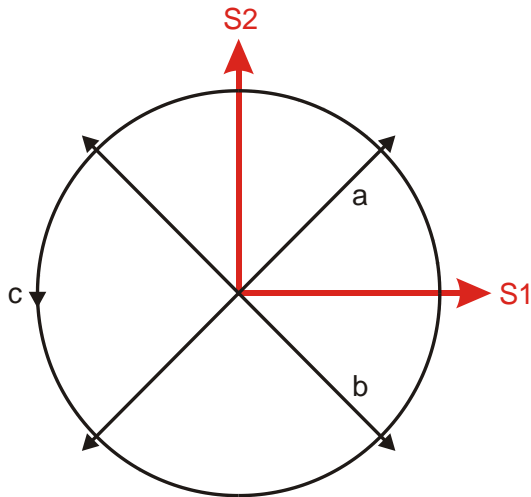
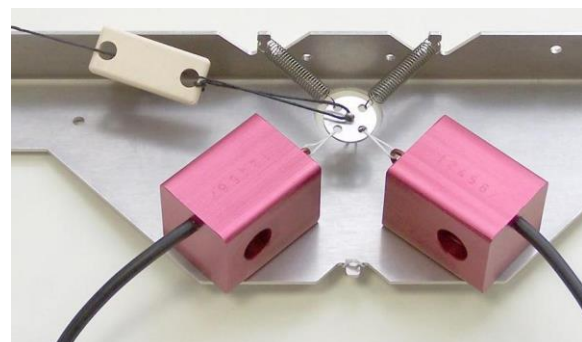
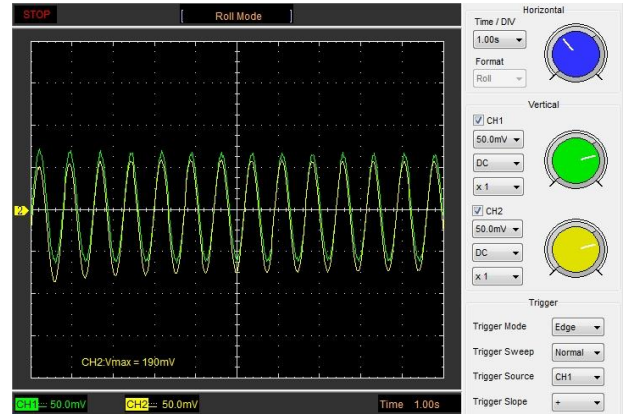

Fig. 2: Ajustage des capteurs S1 et S2 et sens d'oscillation étudiés du pendule à fil.
Fig. 5 Montage du fil
Fig. 7: Les composants oscillants du pendule pesant simple lors d'un mouvement oscillatoire « sur la ligne bissectrice »
- Dévier légèrement le pendule de manière à ce qu'il oscille sur la ligne bissectrice entre les deux capteurs de force (sens d'oscillation a à la Fig. 2). Observer l'oscillogramme et enregistrer.
- Dévier légèrement le pendule de manière à ce qu'il oscille perpendiculairement à la ligne bissectrice entre les deux capteurs de force (sens d'oscillation b à la Fig. 2). Observer l'oscillogramme et enregistrer.
- Dévier légèrement le pendule de manière à ce qu'il décrive un mouvement oscillatoire elliptique (sens d'oscillation c à la Fig. 2). Observer l'oscillogramme et enregistrer.
Lorsque le pendule oscille sur la ligne bissectrice entre les deux capteurs de force, ces derniers subissent une charge symétrique (sens d'oscillation a aux Fig. 2 et Fig. 5). Les signaux des deux capteurs de force sont en phase, c.-à-d. que le déphasage est de $\varphi = 0^\circ$ (Fig. 7).
Lorsque le pendule oscille perpendiculairement à la ligne bissectrice entre les deux capteurs de force, ces derniers subissent une charge asymétrique (sens d'oscillation b aux Fig. 2 et Fig. 5). Les signaux des deux capteurs de force sont en opposition de phase, c.-à-d. que le déphasage est de $\varphi = 180^\circ$ (Fig. 8).